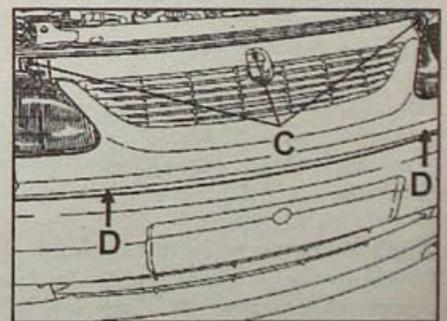

Рис. 4.21. Расположение болтов (C и D) крепления облицовки радиатора
- Выверните болты (C и D, рис. 4.21) и снимите облицовку радиатора.